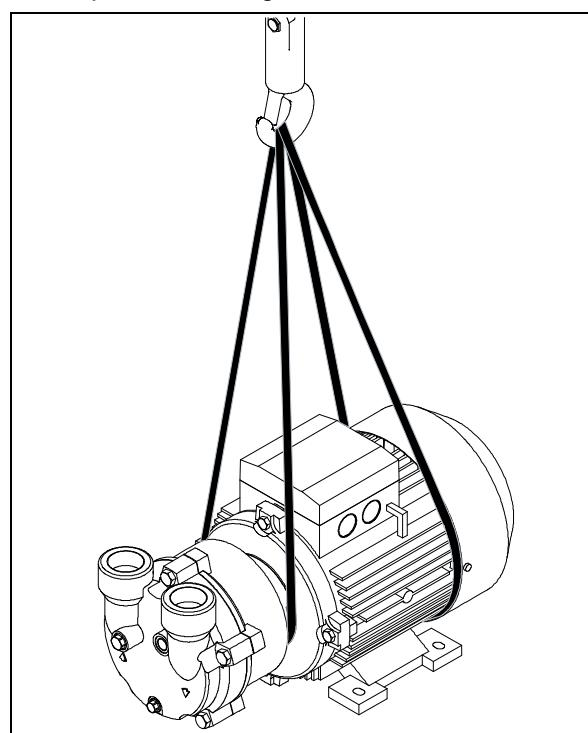

Fig. 3 : Points de levage 2BV2...
- Passer les courroies de levage sous le corps de pompe le long du déflecteur d'air du ventilateur Tuyau bifurqué ou Manchon d'aspiration (Fig. 3, page 13).